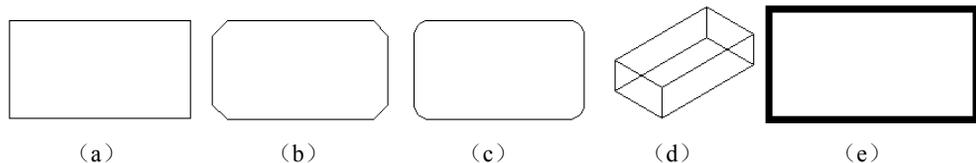

图 2-39 绘制矩形
(1) 第一个角点: 通过指定两个角点确定矩形, 如图 2-39 (a) 所示。
(2) 倒角(C): 指定倒角距离, 绘制带倒角的矩形, 如图 2-39 (b) 所示。每一个角点的逆时针和顺时针方向的倒角距离可以相同, 也可以不同, 其中第一个倒角距离是指角点逆时针方向的倒角距离, 第二个倒角距离是指角点顺时针方向的倒角距离。
(3) 标高(E): 指定矩形标高 (Z 坐标), 即把矩形放置在标高为 Z 并与 XOY 坐标面平行的平面上, 并作为后续矩形的标高值。
(4) 圆角(F): 指定圆角半径, 绘制带圆角的矩形, 如图 2-39 (c) 所示。
(5) 厚度(T): 指定矩形的厚度, 如图 2-39 (d) 所示。
(6) 宽度(W): 指定线宽, 如图 2-39 (e) 所示。